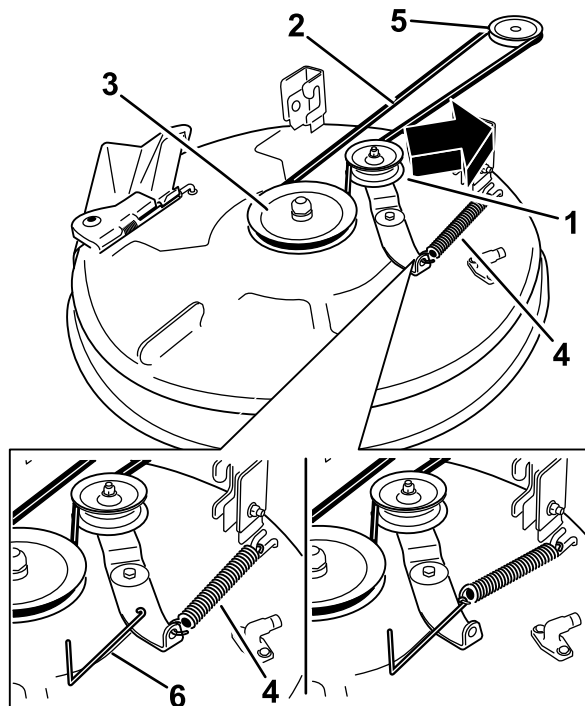

Figura 56
- Usando una herramienta para la retirada de muelles (Pieza Toro N° 92-5771), retire el muelle tensor del gancho de la carcasa para eliminar la tensión de la polea tensora, y retire la correa de las poleas (Figura 56).
- Pase la correa nueva alrededor de las poleas del motor y del cortacésped (Figura 56).
- Usando una herramienta para la retirada de muelles (Pieza Toro N° 92-5771), instale el muelle tensor sobre el gancho de la carcasa y tense la polea tensora y la correa (Figura 56).